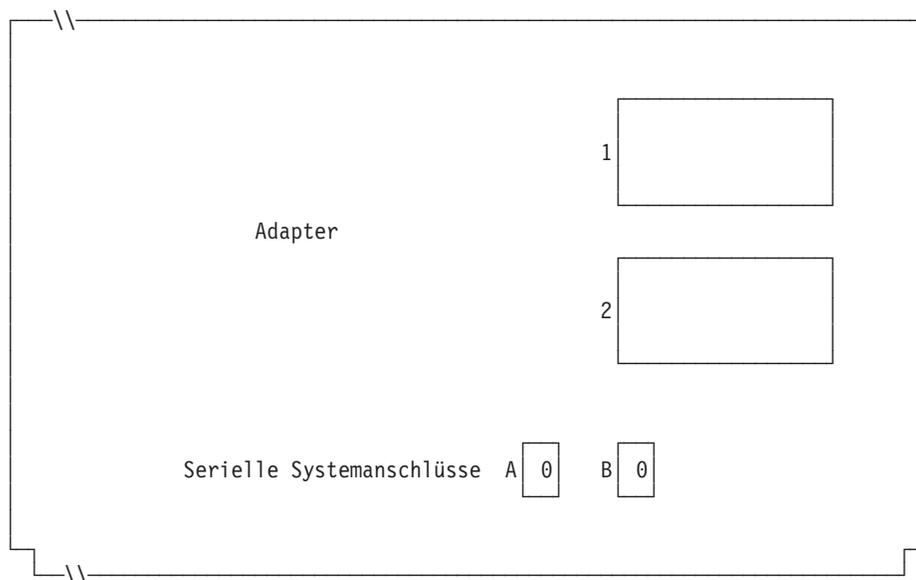

Abbildung 113. Rechte Seite der Rückseite einer Kombination Handelscomputer/Datenkase IBM 4694-2x7
Abb. 113 auf Seite 340 die Anschlussnummer eintragen. Eine Null (0) eintragen,